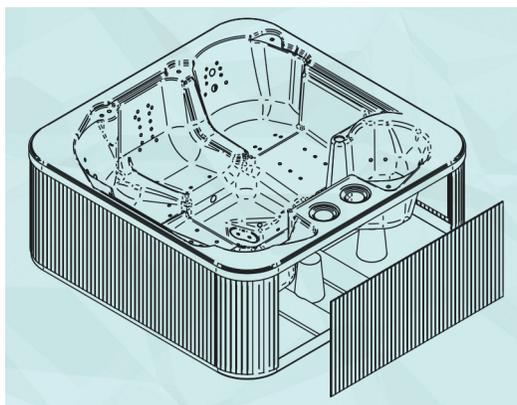

Figura 2 - deck de fechamento lateral
Se a versão acompanha o deck de fechamento, retire o deck da lateral onde se encontra a caixa de ligação ou a motobomba, soltando os parafusos (**figura 2**) para fazer a ligação elétrica e hidráulica (conforme item 2.6 - Instalação Hidráulica). Solte o deck através dos dois perfis sobrepostos que fecham a lateral principal da SPA.